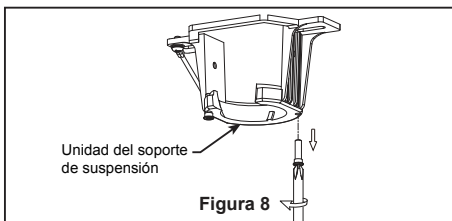

Figura 8
8. Extraiga uno de los tornillos de hombro en el soporte del gancho y guarde los tornillos para pasos posteriores. Afloje el segundo tornillo de hombro sin extraerlo completamente. (Figura 8)